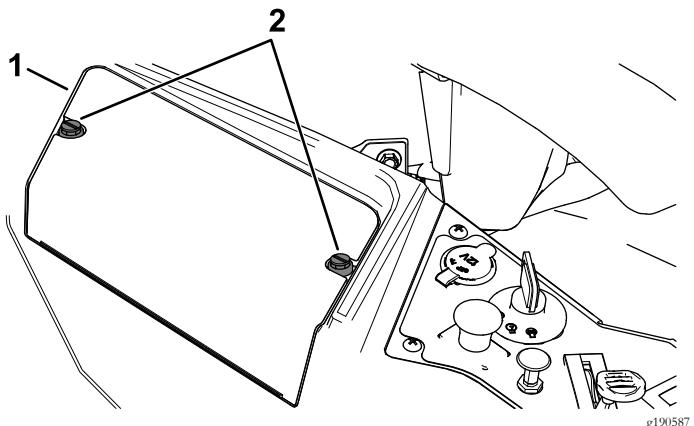

Figura 52
- Desaperte as duas fixações na cobertura da bateria no sentido contrário ao dos ponteiros do relógio 1/4 de volta e retire a cobertura (Figura 52).
6. Instale a cobertura da bateria empurrando e apertando as duas fixações no sentido dos ponteiros do relógio (Figura 52).